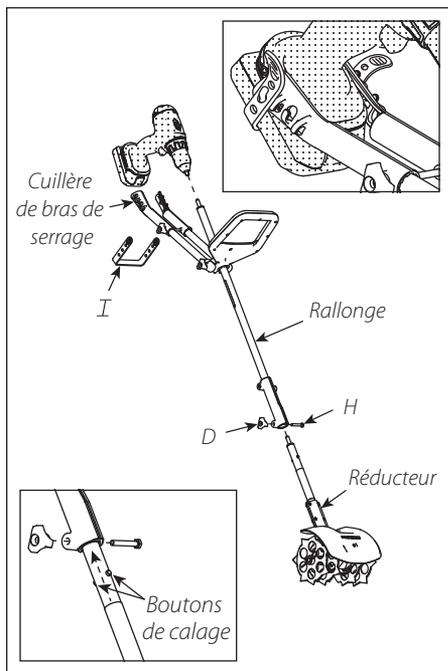

FIGURE 5
6. Monter la rallonge sur le réducteur à l'aide d'un écrou bouton (D) et de la vis (H). Vérifier que les deux boutons de calage de part et d'autre du tube en aluminium du réducteur s'engagent complètement dans les deux gorges correspondantes du coupleur de la rallonge. Il peut être nécessaire de faire légèrement tourner l'embout hexagonal de l'arbre de rallonge à la main pour pouvoir l'engager sur l'embout hexagonal du réducteur. Serrer fermement l'écrou bouton à la main sur la vis pour attacher solidement la rallonge au réducteur. **VOIR FIGURE 5**
VOIR FIGURE 5
3. Glisser la poignée (O) hors de la rallonge (P) et la mettre de côté.
4. Desserrer et retirer l'écrou bouton (D) et la vis (H) puis détacher la rallonge du réducteur. **VOIR FIGURE 5**
5. Enfiler la poignée (O) sur le tube en aluminium du réducteur de telle façon que le bouton de calage sur le dessus du tube s'engage complètement dans le logement de position du milieu de la poignée. La poignée peut être montée dans les deux sens sur le tube en aluminium du réducteur, mais il est plus courant de tourner le logo Fusion® vers l'utilisateur et la perceuse.